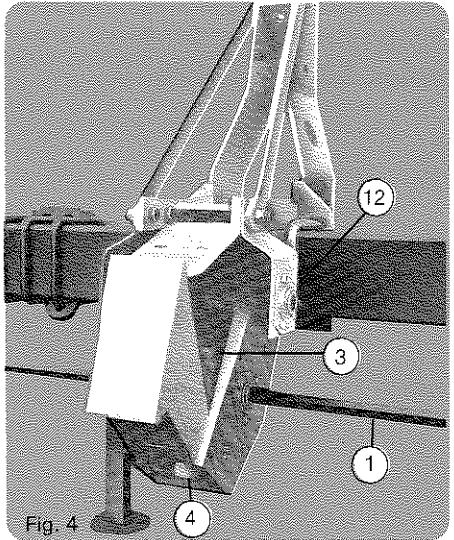
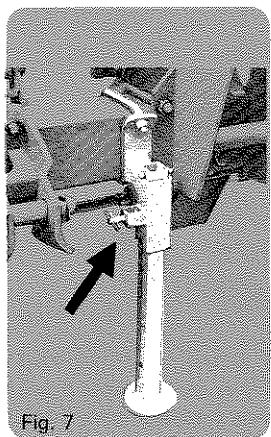
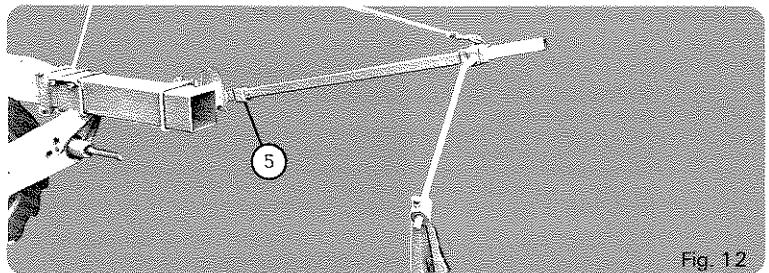
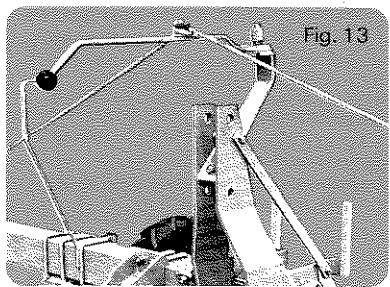

Fig. 4
Fig. 7
Fig. 12
Fig. 13
- Mettre en place les blocs roues - là ou les bêquilles (fig. 7) - la boîte de distances (fig. 4) - l'attelage (fig. 4) avec ses tirants - les éléments serrageurs (voir pages 12 - 13).
- Enfiler les axes hexagonaux ① et ② les équiper au passage des pignons de boîte de distances, et du pignon de Microsem (page 14).
- Monter la chaîne de boîte de distances, vérifier le tendeur ③ et son taquet d'accrochage ④.
- Modèle manuel (fig. 12) avec inverseur et guides cordes (fig. 13).
- Attach the drive wheels - the planter jack(s) (fig. 7) - the spacing gearbox (fig. 4) - the 3 point hitch (fig. 4) with its tiebraces - the metering units (see pages 12 - 13).
- Slide the hexagonal shafts ① and ② during this action through the gearbox sprockets the gearbox sprockets, and Microsem sprocket (page 14).
- Fix the chain of the central spacing gearbox, check the chain tightener ③ and its locking pawl ④.
- Manual model (fig. 12) with reversing device and line guides (fig. 13).
- Radhalter anschrauben - Stütze(n) (Abb. 7) - das Wechselgetriebe für die Pflanzenabstände (Abb. 4) das Dreipunktgestänge mit Verbindungsstangen - die Sälemente (siehe Seiten 12 - 13) anschrauben.
- Modell für Handbetätigung (Abb. 12) mit Marköberleitung und Seithalter (Abb. 13).
- Modello manuale (fig. 12) con invertitore e guida corde (fig. 13).